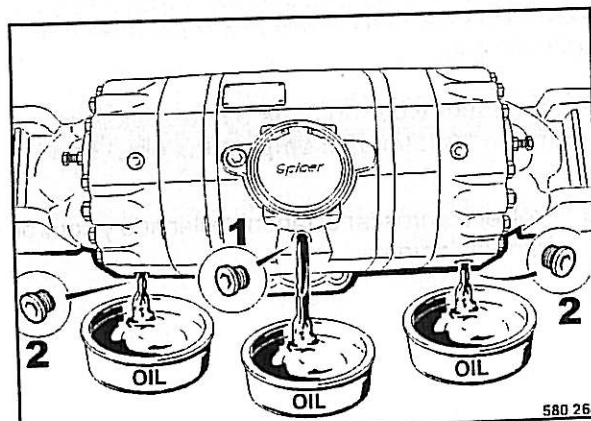

Fig. 114
- Limpiar y desenroscar todos los tapones de control y de descarga (Fig. 114).